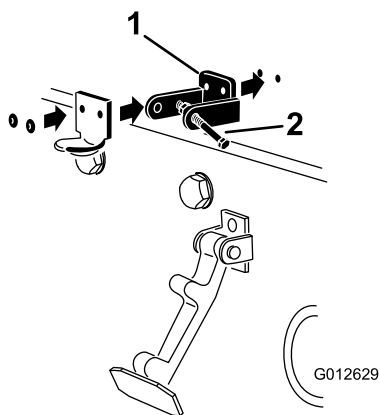

Figura 4
4. Alinee los orificios del soporte de la cerradura del capó, el soporte del cierre para CE y el capó, tal y como se muestra en la Figura 4.
Nota: Alinee el soporte del cierre para CE contra el capó (Figura 4). No retire el perno y la tuerca de los brazos del soporte del cierre para CE.
6. Remache los soportes y las arandelas en el capó (Figura 4).